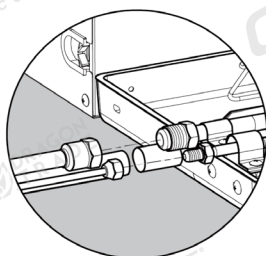

Fig. 15
2. Dirija la parte acampanada de la tubería de cobre al centro de la junta atornillada. Gire la tuerca acampanada firmemente a mano, como en la Fig.15. (Asegúrese de que la tubería interior esté conectada correctamente. La ubicación incorrecta del centro evitará que la tuerca acampanada se tuerce de forma segura. El hilo de la tuerca se dañará si la tuerca acampanada se tuerce a la fuerza).